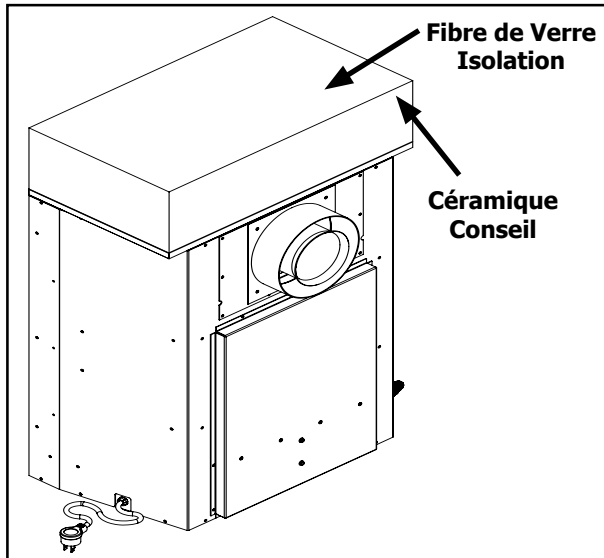

Figure 19. Unité Isolation - Vent arrière
**Vent arrière:** Lorsque vous utilisez la configuration de ventilation à l'arrière à la fois la plaque de céramique et de l'isolation en fibre de verre sont nécessaires. Placez la plaque de céramique sur le dessus de la première unité, puis placer l'isolant sur le dessus de la plaque de céramique comme le montre la figure 19.